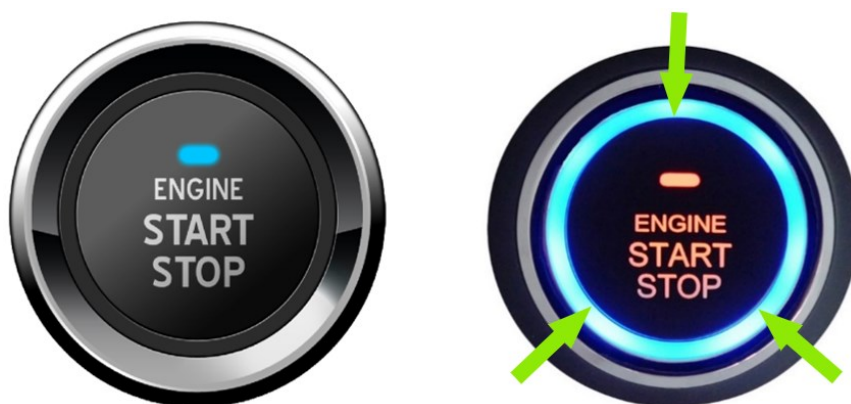

Рисунок 3.58. Кнопка пуска-останова двигателя «ENGINE START/STOP» (справа на рисунке стрелками показано свечение индикатора)
Важно: если после включения зажигания Вы обнаружили, что световой индикатор кнопки «ENGINE START/STOP» мигает в этом случае пуск двигателя невозможен или затруднен из-за низкого заряда аккумуляторных батарей, см. рис. 3.58 справа.
- ▶ На кнопке «ENGINE START/STOP» загорится световой индикатор, информирующий оператора пуск двигателя разрешен, см. рис. 3.58 справа;